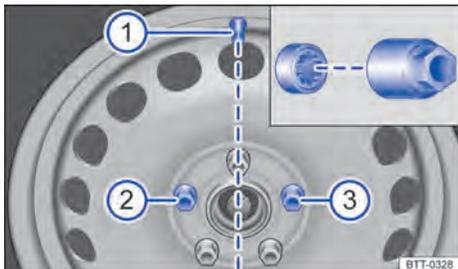

Fig. 195 Troca de roda: válvula do pneu ① e posições de montagem do parafuso de roda antifurto ② ou ③.
2. Encaixar o adaptador no parafuso de roda antifurto até o batente → Fig. 195.
O parafuso de roda antifurto deve estar aparafusado em uma roda com calota integral na posição → Fig. 195 ② ou ③ em relação à posição da válvula do pneu ①. Do contrário, a calota integral não pode ser montada.